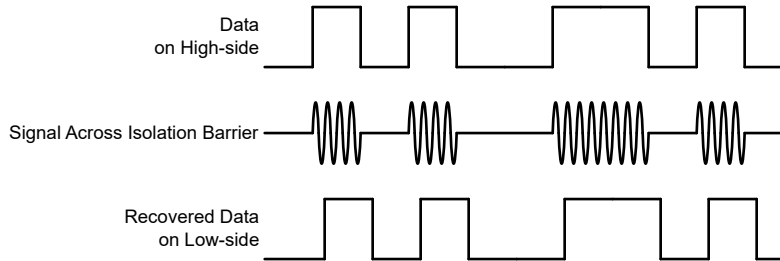

图 6-2. 基于 OOK 的调制方案
AMC23C10 使用开关键控 (OOK) 调制方案 (如图 6-2 所示)，跨过基于 SiO_2 的隔离栅来传输比较器输出状态。功能方框图 所示发送驱动器 (TX) 跨过隔离栅发送一个内部生成的高频载波来表示数字一，不发送信号则指示数字零。